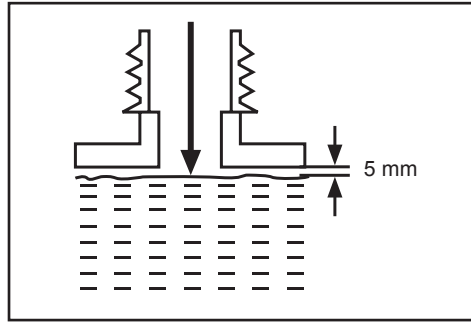

Fig. 11
3. Toarnă ulei de lanț adecvat în rezervor utilizând o pâlnie echipată cu un filtru, pentru a evita introducerea reziduurilor în rezervor. Nu umple excesiv, ci lasă un spațiu de circa 5 mm între nivelul maxim al uleiului și marginea interioară a rezervorului pentru a permite dilatarea (Fig. 11).
**NOTĂ:** Utilizează doar ulei pentru motofierăstrău sau ulei cu adezivi pentru produs. Nu utiliza ulei care conține impurități pentru a nu bloca filtrul de ulei și pentru a preveni stricăciuni ireparabile la pompa de ulei. Uleiul de calitate slabă nu garantează o bună lubrifiere și reduce durata de viață a lanțului de fierăstrău (3) și a lamei de ghidare (2).